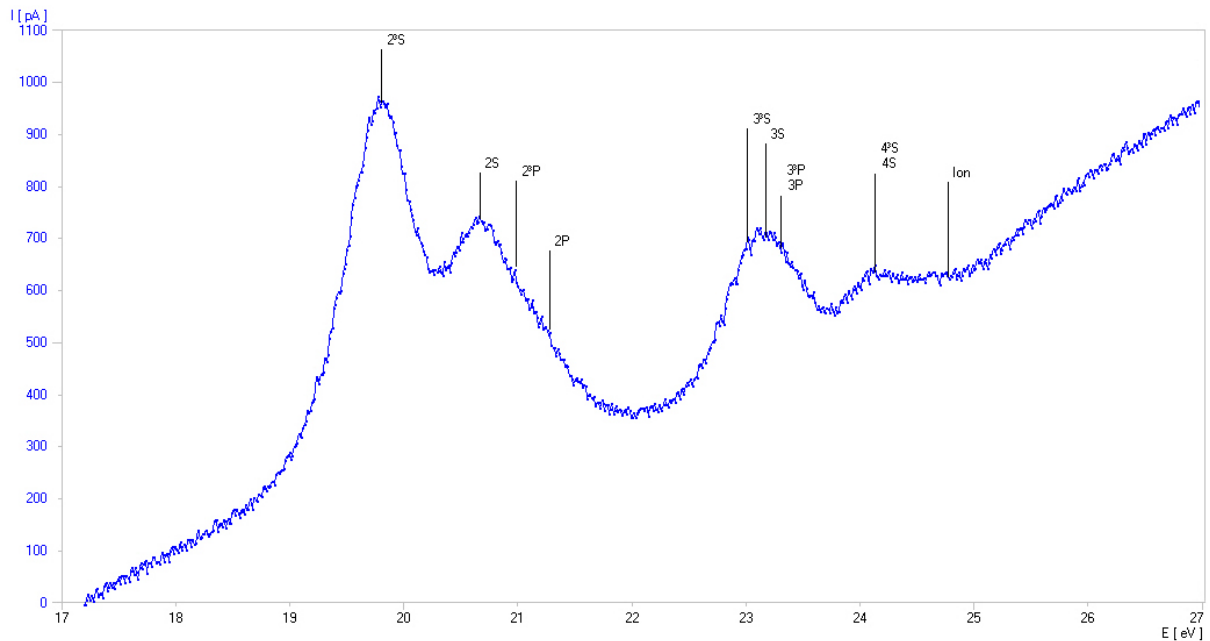

Fig. 3: Determinação dos potenciais críticos do átomo de hélio (curva de medição registrada com o 3B NET/log™)
- Estabelecer um diagrama, na qual está marcados o eixo X com a grandeza  $E$  e o eixo Y com a grandeza  $I$ . (vide Fig. 3).